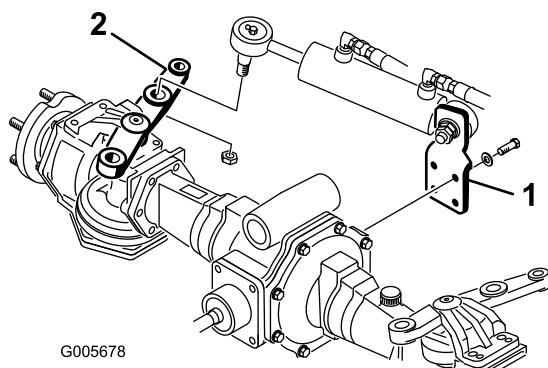

Figura 3
2. Monte o apoio do cilindro na parte de trás do eixo com 4 parafusos (M10 x 30) e anilhas (Figura 3). Aplique Loctite 242, ou equivalente e aperte os parafusos com 65–81 Nm.
4. Fixe a extremidade da rótula esférica ao braço de direcção com a porca de coroa (Figura 3) e aperte com 95–122 Nm. Montagem do contrapino tipo grampo.